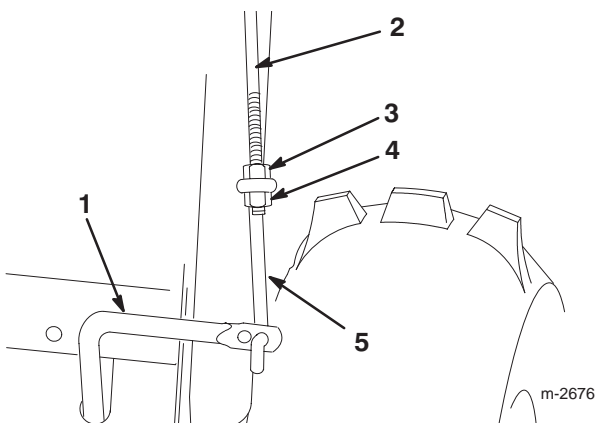

Figura 11
2. Infilate il tirante inferiore nel foro esterno dell'asta di comando inferiore, come riportato nella Figura 11.